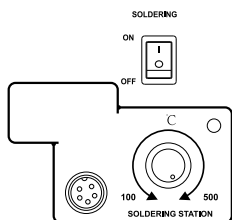

图8
2. 打开主机后面的总开关，温度显示  闪烁为待机状态。再打开焊台开关，调节温度旋钮设置所需的温度焊台（如图8所示）发热体开始正常加热，焊台工作指示灯亮起，升温时为常亮，恒温时快速闪烁，降温时熄灭。当焊台工作指示灯闪烁进入恒温状态后，即可正常工作。